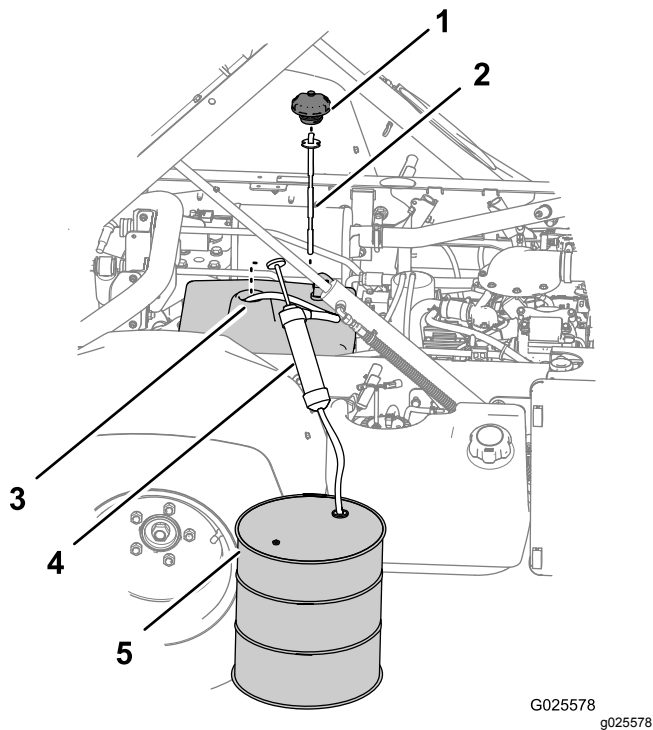

Figure 82
3. Enlevez le bouchon et la jauge du goulot de remplissage du réservoir hydraulique (Figure 82).
4. Insérez le flexible d'admission du matériel d'aspiration dans le goulot de remplissage du réservoir hydraulique jusqu'au bas du réservoir (Figure 82).
5. Dirigez le flexible d'évacuation du matériel d'aspiration dans un bac de récupération (Figure 82) de 11,4 l de capacité pour les modèles autres que TC, ou de 18,9 l de capacité pour les modèles autres que TC équipés du kit hydraulique grand débit (option) ou le modèle TC.
7. Enlevez le matériel d'aspiration du réservoir hydraulique (Figure 82).
8. Versez 7,5 l (pour les modèles autres que TC) ou 15,1 l (pour les modèles autres que TC équipés du kit hydraulique grand débit (option) ou le modèle TC) du liquide hydraulique spécifié dans le réservoir hydraulique (Figure 82).
9. Remettez la jauge et le bouchon dans le goulot de remplissage du réservoir hydraulique (Figure 82).